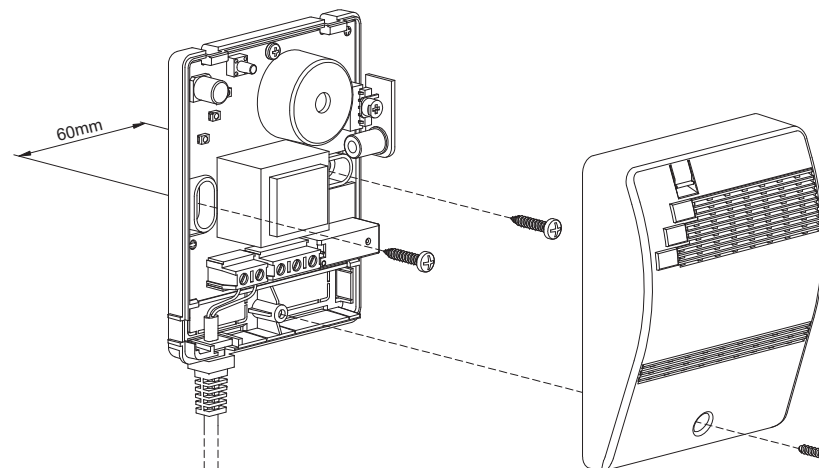

Fig. 2: Esempio di installazione.
3. Rimuovere la calotta come indicato in Fig. 2.